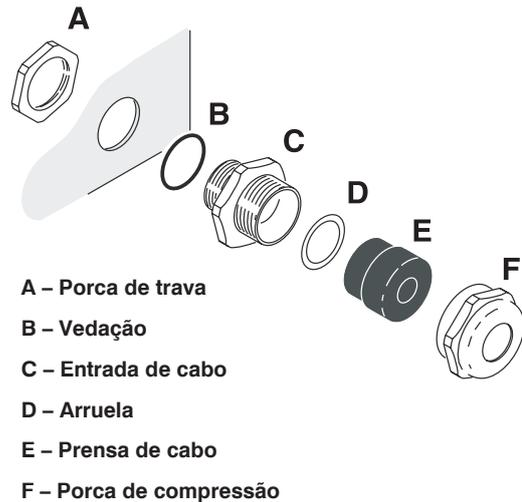

Figura 8: Conjunto de montagem do cabo
4. Veja a Figura 8. Certifique-se de que há uma vedação de borracha B na extremidade da porca de trava do prensa cabo C e empurre essa extremidade através da abertura existente no compartimento, de modo que a vedação seja direcionada para a superfície externa do compartimento.